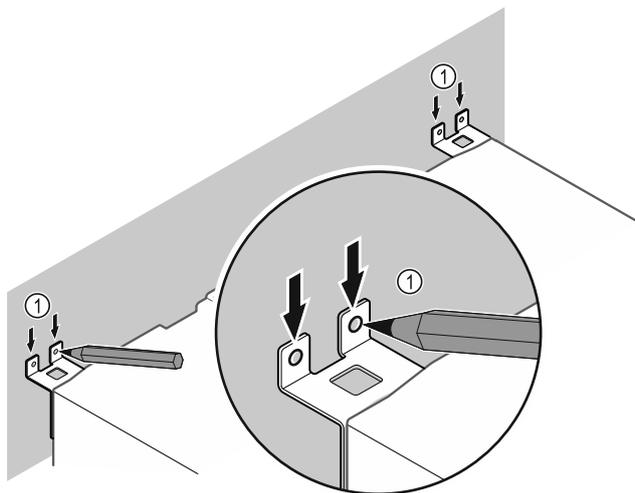

Fig. 13
- ▶ Urobte na stene značky Fig. 13 (1).